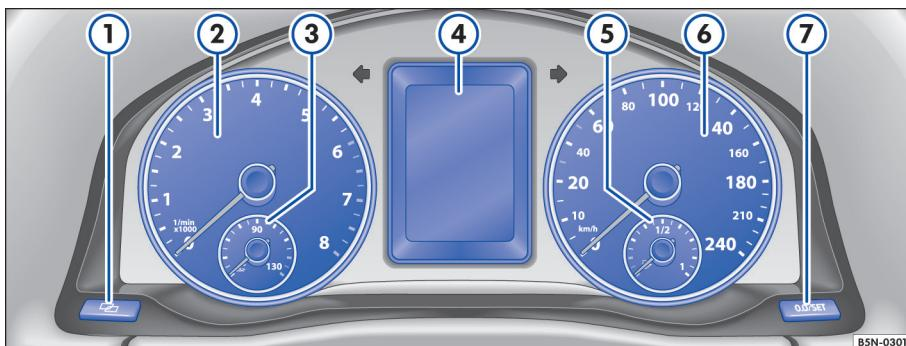

图 9 仪表概览
关于仪表的解释 ⇒ 图 9:
- ① 用于组合仪表内时钟或模拟时钟的调节按钮
- 若要继续调整, 可按压按钮 **0.0 / SET** ⇒ 图 9⑦。按住按钮, 可快速调整。
- ② 转速表
- ③ 发动机冷却液温度表 **—** ⇒ 205 页
- ④ 显示屏显示内容 ⇒ 25 页
- ⑤ 燃油存量表 ⇒ 193 页
- ⑥ 车速表
- ⑦ 复位按钮用于短距离行驶里程表显示 (trip)
① 提示
视汽车装备而定，在显示屏⇒图 9 ④中可以显示不同的信息：
保养项目显示在显示屏中⇒图9 ④。